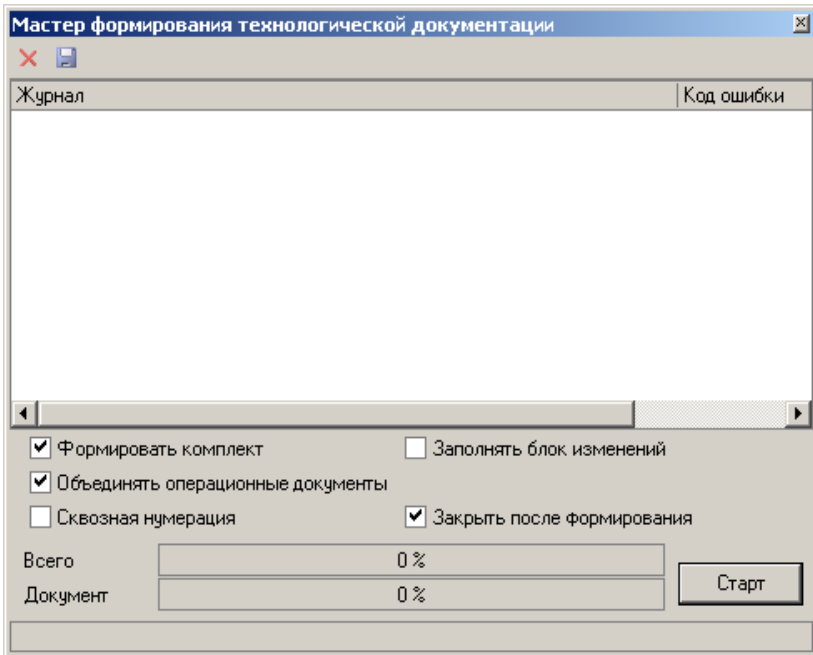

Рис. 7.5
4. Нажмите кнопку *Формировать...* на вкладке *Комплект карт* или кнопку *Формирователь карт ВЕРТИКАЛЬ* на главной панели инструментов. В открывшемся окне Мастера формирования технологической документации (рис. 7.5) установите галочки в необходимых ячейках. Нажмите кнопку *Старт*.